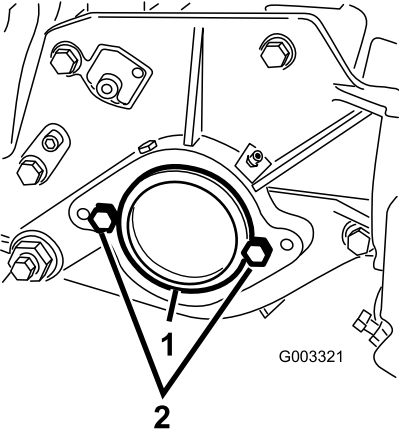

Figure 11
- 2. A l'extrémité droite de l'unité de coupe, retirez l'obturateur en plastique du logement de roulements (Figure 11).
- 3. Enlevez les 2 vis de la plaque latérale droite (Figure 11).
- 2. Vis (2)
- 5. Vissez légèrement les 2 vis de fixation du moteur de cylindre sur la plaque latérale gauche de l'unité de coupe (Figure 11).